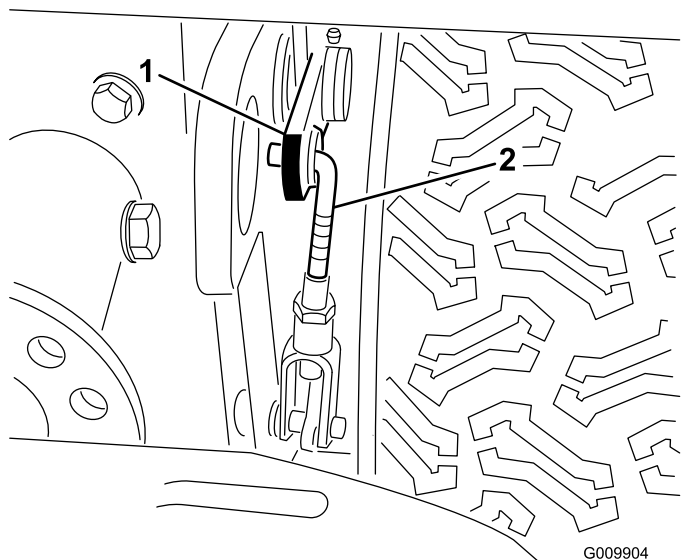

Figura 55
3. Allentate il controdado sulla testa (Figura 55).